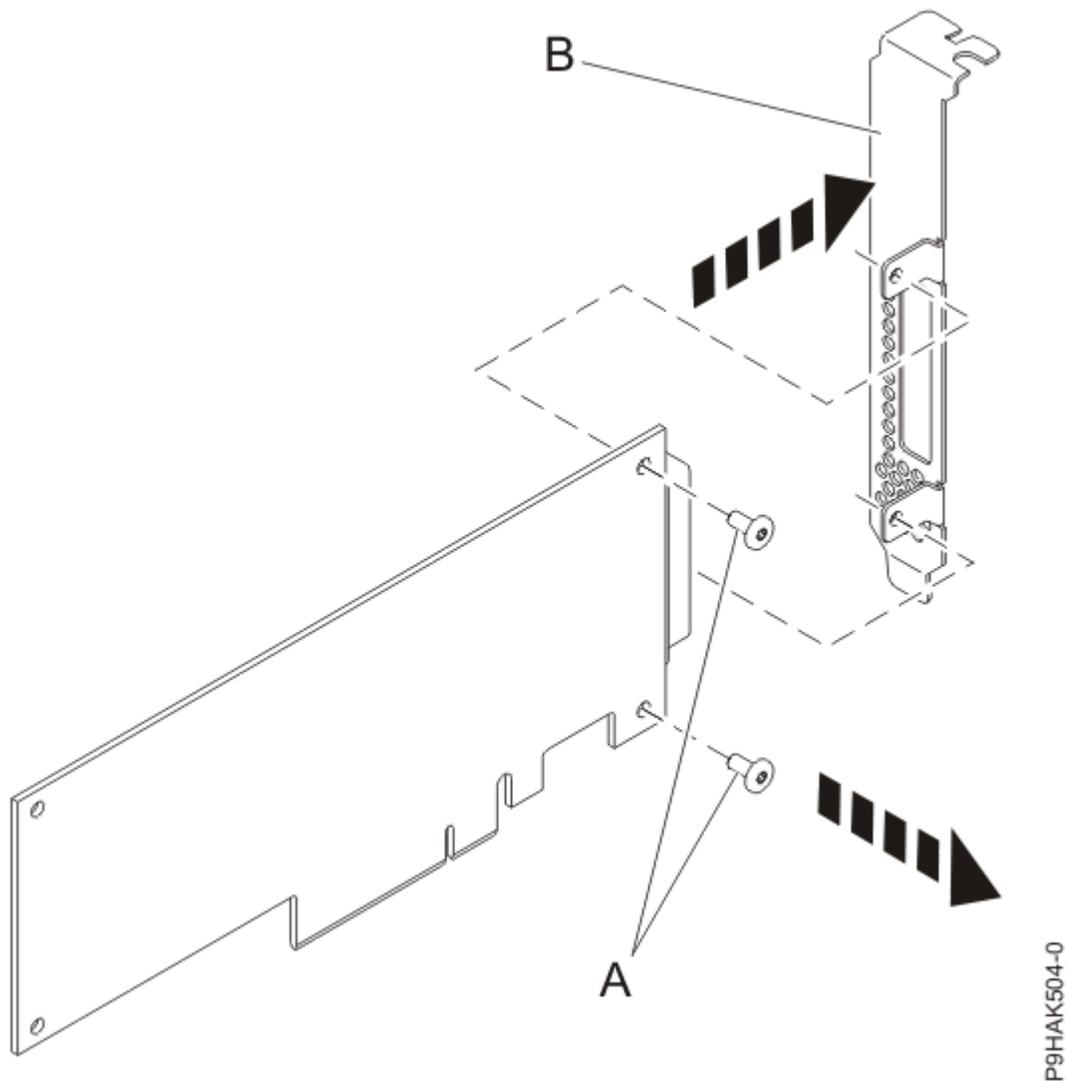

Abbildung 20. Den langen Adapterkassettenhalter aus dem neuen Adapter ausbauen
8. Entfernen Sie mit einem Kreuzschlitz-Schraubendreher die beiden Sicherungsschrauben **(A)**, mit denen der lange Haltesteg **(B)** am neuen Adapter befestigt ist, wie in Abbildung 20 auf Seite 28 dargestellt.